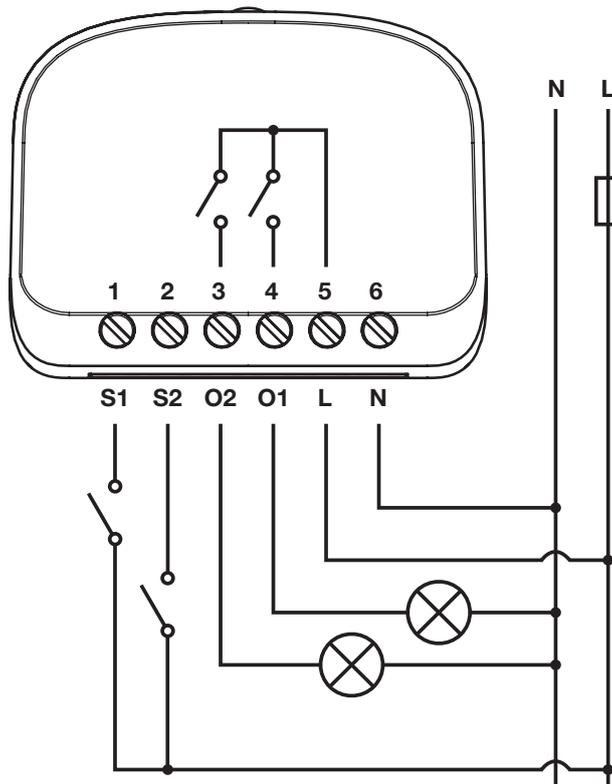

fig.1 Diagrama de cablagem BiDi-Switch
1.	Premir e manter premido o botão de programação (fig. 1).
2.	Soltar o botão de programação (fig. 1) quando o LED se iluminar com a cor vermelha (1ª posição).
2.	Solte o botão de programação (fig. 1) quando o LED acender na cor laranja (2ª posição).
2.	Solte o botão de programação (fig. 1) quando o LED se iluminar com a cor verde (3ª posição).
2.	Solte o botão de programação (fig. 1) quando o LED se iluminar com a cor branca (4ª posição).